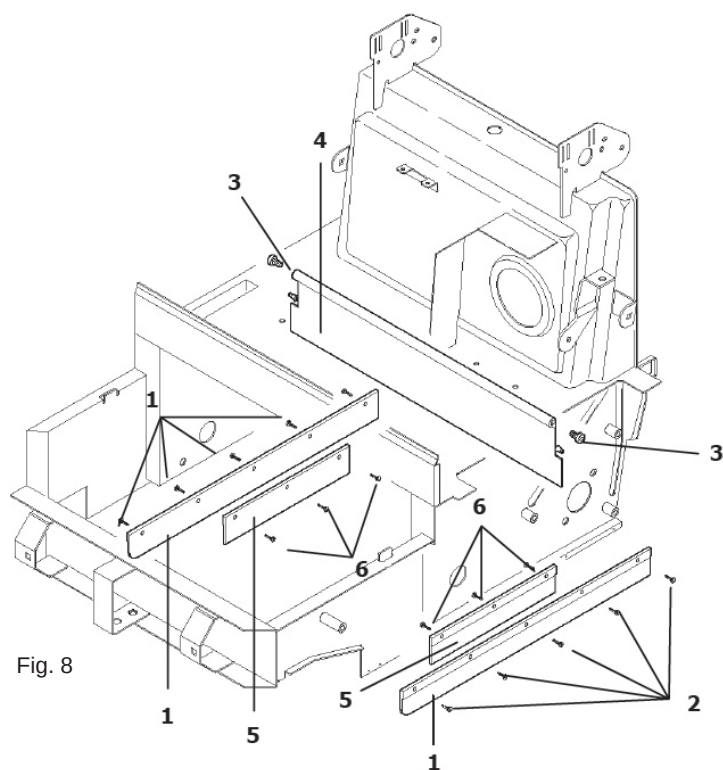

Fig. 8
Avlägsna bakhjulen för att byta sidoskydden (pos. 1 fig. 8). Skruva loss fästskruvarna som fäster skydden till ramen (pos. 2 Fig. 8) och byt dem mot nya.
För att byta de invända sidoskydden (pos. 5 Fig. 8) lyft maskinens framdel och skruva loss skruvarna (pos. 6 Fig. 8) som fäster skydden till ramen. Byt dem med de nya.
- Skruva loss de två fäststiften (pos. 3 Fig. 8) på sidorna av ramen.
- Ta tag i och dra i skyddet (pos. 4 Fig. 8) inåt maskinen.